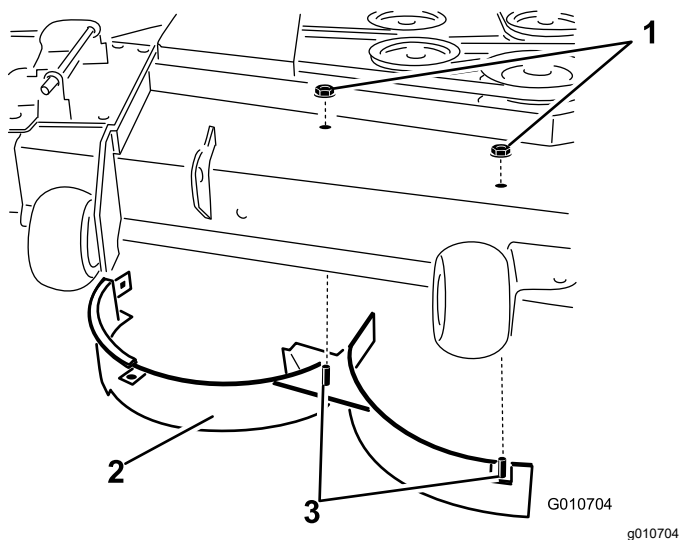

Figura 15
8. Îndepărtaai cele 2 contrapiulie (5/16") fixate pe suporturile sudate ale deflectorului drept din partea superioară a punii mainii de tuns iarba, aflate în poziie centrală i la dreapta de centru (Figura 15)